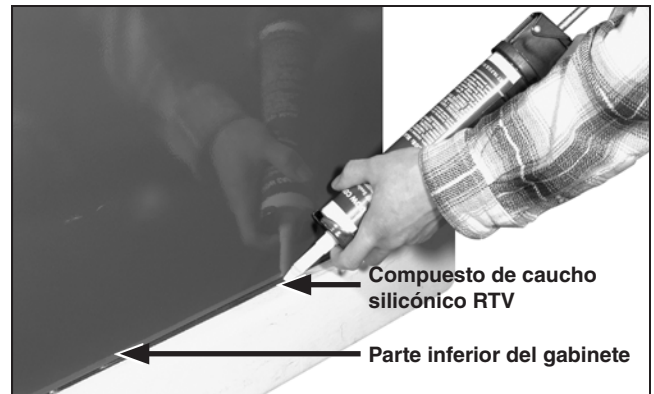

Figura 47. Calafatee alrededor de la parte inferior del gabinete.
- PASO 1.** Para terminar la instalación, calafatee alrededor de la parte inferior de gabinete; se recomienda un compuesto impermeable de caucho silicónico que vulcanice a temperatura ambiente (RTV). Ver Figura 47.